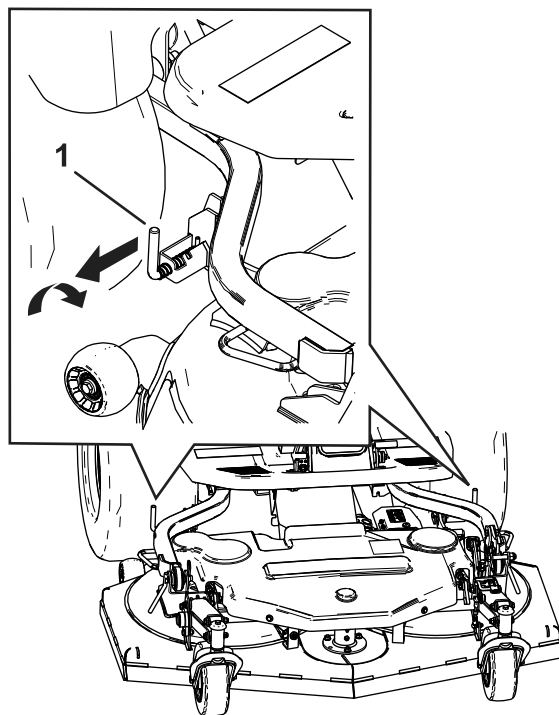

Figure 86
11. Vérifiez que les goupilles de verrouillage arrière sont bien enclenchées (Figure 86).
3. Avant d'abaisser l'unité de coupe, tirez et tournez les axes de liaison arrière des deux côtés de l'unité de coupe (Figure 86).